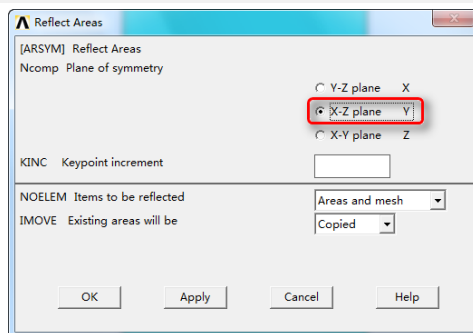

图 3-85 将面沿 X-Z 面进行映射图
⑤ 将面沿 X—Z 面进行映射 (在 Y 方向)。
① 从主菜单中选择 Main Menu: Preprocessor > Modeling > Reflect > Areas。
② 选择 Pick All, 选择 X-Z 面, 单击 “OK” 按钮, 如图 3-85 所示。